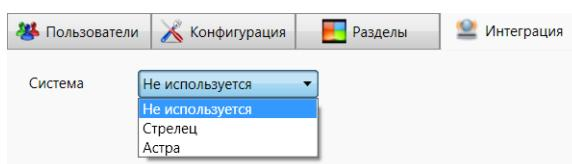

Рис. 6.23. Выбор интегрируемой системы
1. В программе *Конфигуратор Приват 1.1* на вкладке *Интеграция* в раскрывающемся списке *Система* выберите *Астра* (рис. 6.23).